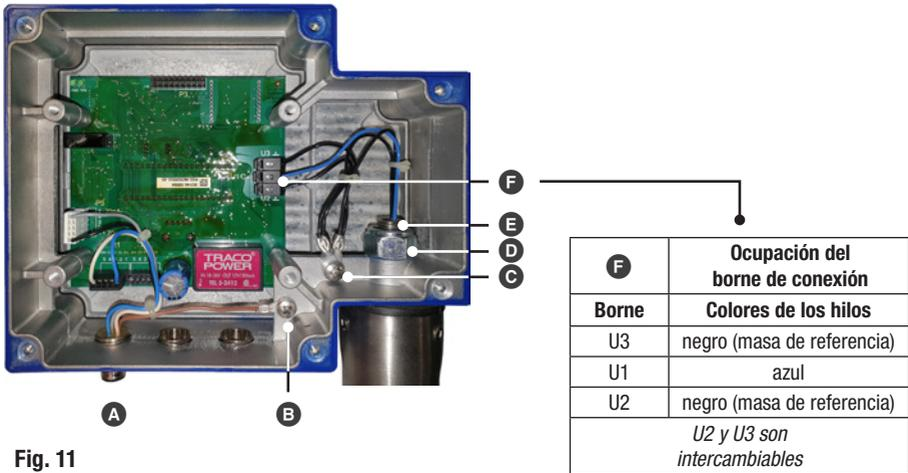

Fig. 11
10. Vuelva a conectar el cableado del electrodo a la placa de circuitos impresos, véase la tabla en **Fig. 11**.